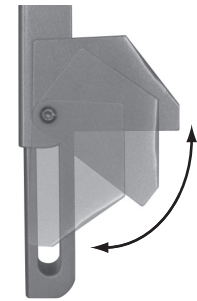

Fig. 6 - Ajuste el ángulo
- Para cambiar la posición de inclinación, haga que una persona tire con cuidado de la superficie inferior de la pantalla para alejarla de la pared. Haga que otra persona ajuste los pies en la parte inferior de cada brazo de montaje a la decisión deseada (Fig. 6). Una vez haya finalizado, baje con cuidado la pantalla y vuelva a colocarla contra la pared.